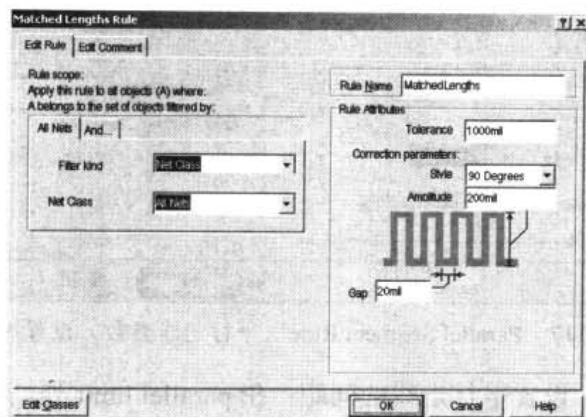
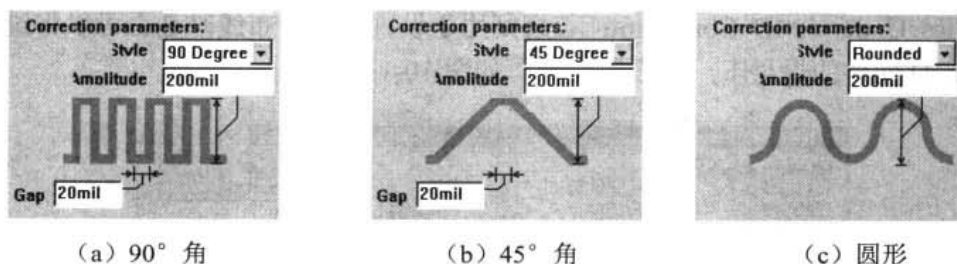

图 10-114 Matched Lengths Rule (匹配网络长度) 设置对话框
图 10-115 调整布线所用的样式
- **Matched Net Lengths:** 匹配网络长度。该规则用于设置各个网络走线长度的不等程度。如果要在自动布线时使网络长度相匹配, 则在此规则中设置相应的修正参数。PCB 程序会检测出最长的网络, 将其他网络长度与之相比较, 并作相应调整。该规则的设置对话框, 即如图 10-114 所示。在 Tolerance 处, 可设置最大误差; 在 Correction parameters 栏下设置修正参数, 包括 Style (调整布线时所用的样式)、Amplitude (振幅) 和 Gap (间隙)。调整布线时所用的样式有 3 种: 90 Degree (90° 角)、45 Degree (45° 角) 和 Rounded (圆形), 如图 10-115 所示。